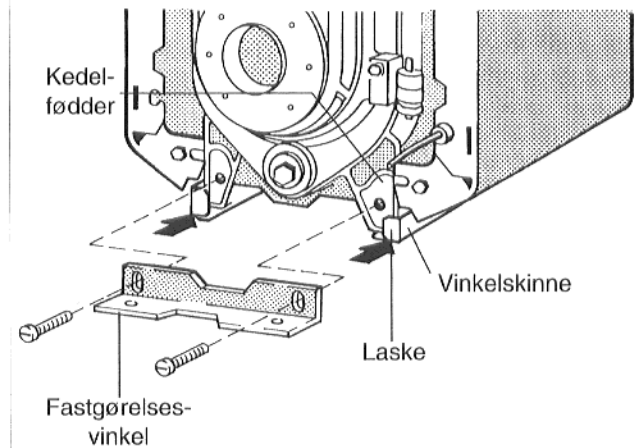

Fig. 3
- Fastgørelsesvinklen lægges op til de afkantede lasker på vinkelskinnen og skrues løst på kedelfødderne (Fig. 3; lange skruer).
- Fastgørelsesvinklen skrues godt fast til kedelindstillingsfødderne foran på kedlen (Fig. 3; lange skruer).